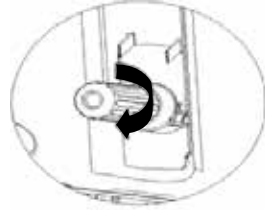

Abb.8
4. Ein Klickgeräusch signalisiert, dass die Dichtung der Patrone durch das Zusammenschrauben mit dem Anstechdorn durchgestochen wurde und das Gas somit in das Bierfass laufen kann (Abb. 8).